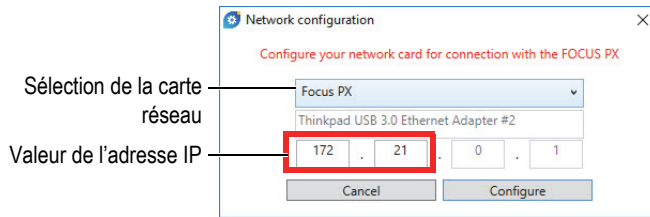

Figure 5-3 Sélection de la carte réseau à configurer
4. Dans la boîte de dialogue **Network configuration** (Configuration de la carte réseau), sélectionnez la carte réseau qui sert à communiquer avec le FOCUS PX (voir la Figure 5-3 à la page 25).